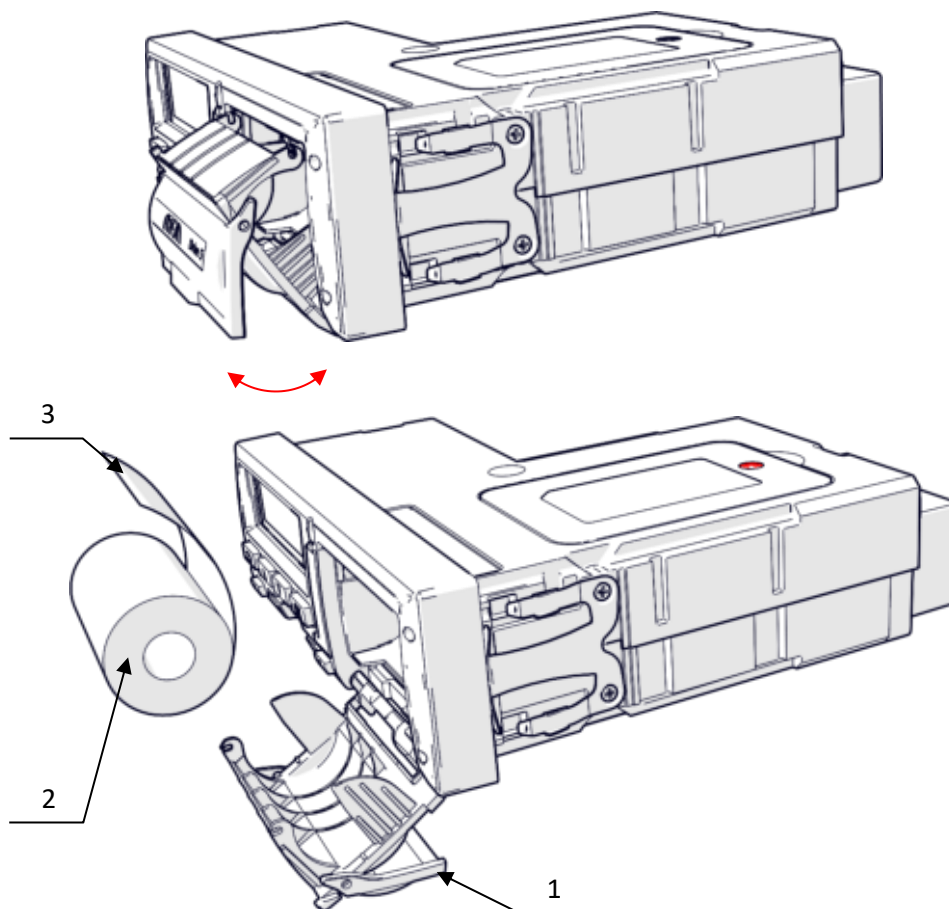

Рисунок 17. Установка бумаги
На самом тахографе пломбируется блок разъемов ABCD при помощи пломбировочной крышки, поставляемой в комплекте с тахографом (см. рисунок 17). Если впоследствии тахограф будет устанавливаться в гнездо 1 DIN ТС, то перед подключением и опломбированием разъемов выполните установку установочной рамки в гнездо (см. раздел «Установка в гнездо 1 DIN»).
2. Рисунок 17. Установка бумаги), потянув за специальную ручку на крышке.
3. Установить рулон термобумаги (2) в лоток (термочувствительный слой ленты расположен с внешней стороны ленты) и вытянуть свободный конец ленты (3).